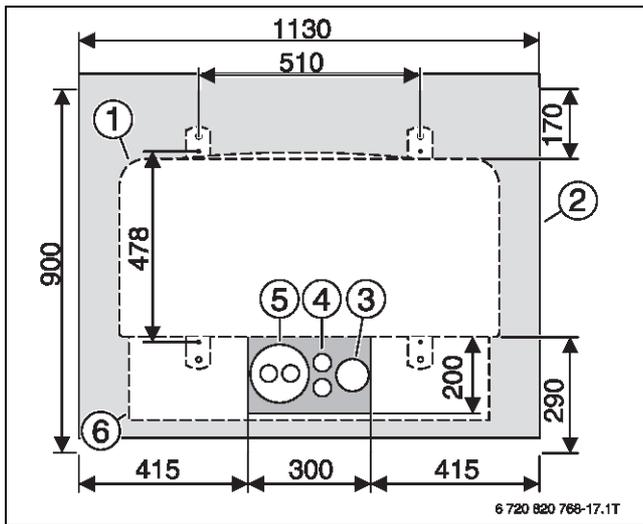
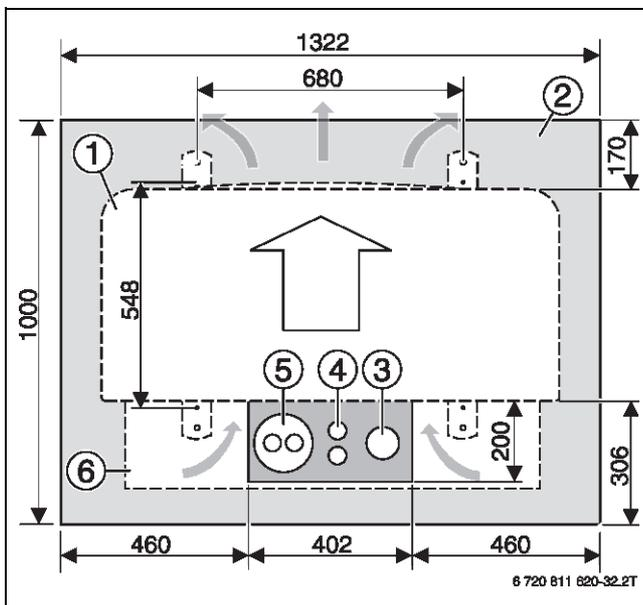

Bild 54 Abmessungen der Fundamentplatte und der Aussparung für die Rohre (CS7001iAW 5 OR...-S/CS7001iAW 7 OR...-S/CS7001iAW 9 OR...-S)
Bild 55 Abmessung der Fundamentplatte und der Aussparung für die Rohre (CS7001iAW 13 OR...-T/CS7001iAW 17 OR...-T)
**Legende zu Bild 54 und Bild 55:**